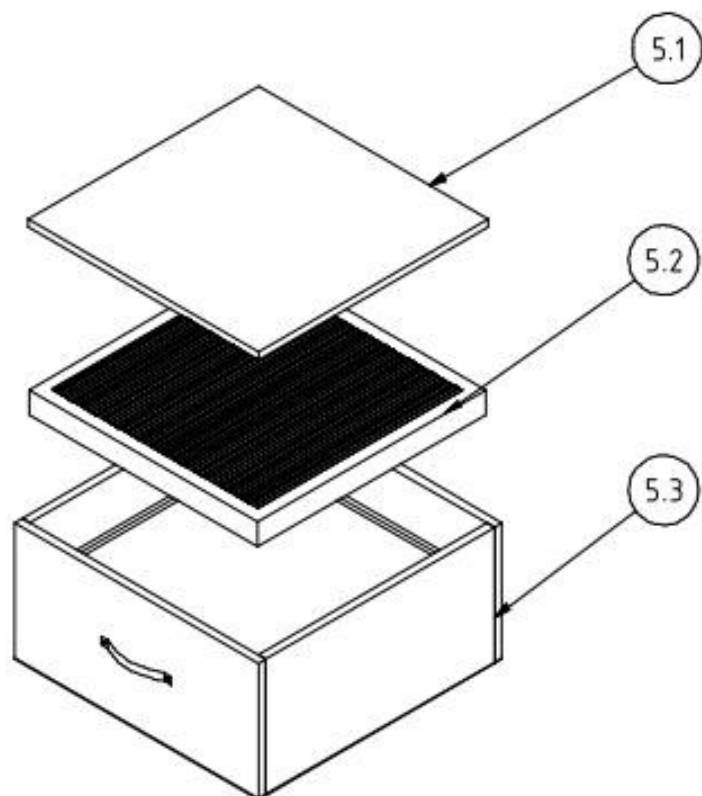

Abbildung 5, Filteraufbau
- Heben Sie das Hauptfilter, Abb. 5, Pos. 5.3, am Griffband an der Vorderseite leicht an um die Dichtung von der Auflagefläche zu lösen und ziehen Sie es dabei ein Stück zu sich.